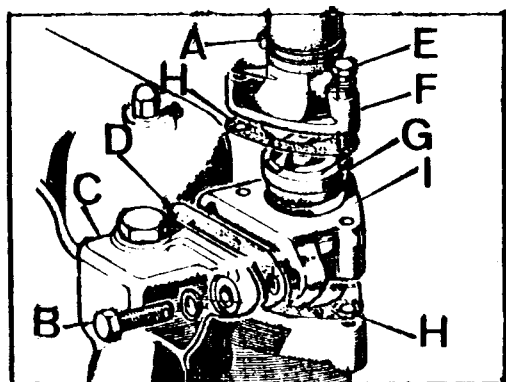

Fig. A3-22 Desmontaje del termostato y su caja
- 1.3. Soltar la brida y manguito de salida de agua, A (Fig. A3-22). Desmontar los tornillos, B, de la tubería derivada, C, y separar ésta con su junta, D.
- 1.4. Extraer los tornillos, E (Fig. A3-22) y separar la tapa, F, el termostato, G, las juntas, H, y la caja, I.
- 2.1. Reponer el anillo tórico alojado en la parte interior de la tapa, F (Fig. A3-22).